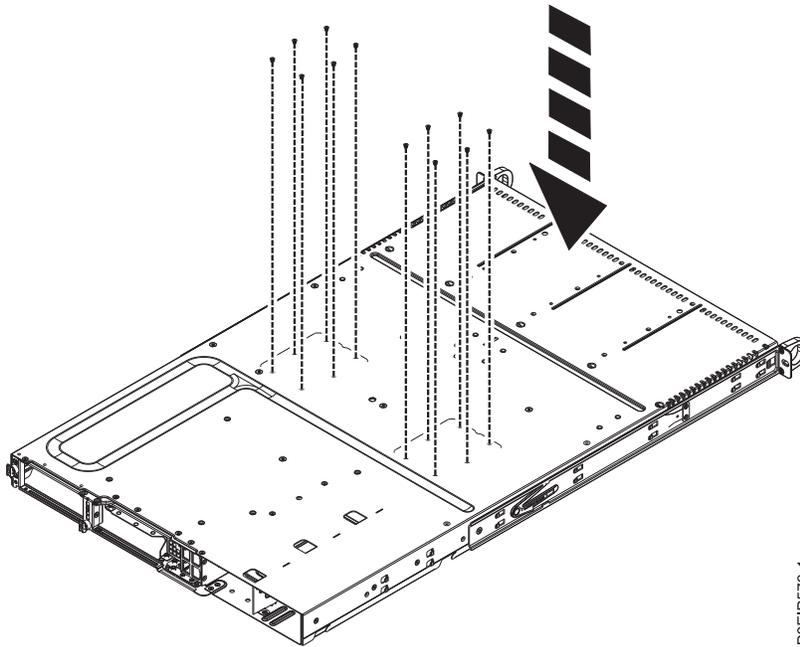

Abbildung 60. Prozessorsocketschrauben an der Unterseite des Chassis
- b. Tauschen Sie die 12 Schrauben von der Unterseite aus. Die Schraubenpositionen werden in Abb. 60 auf Seite 57 dargestellt.